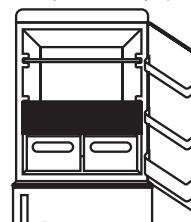

rys.8
• Aby zachować najlepszy smak, wartości odżywcze i świeżość żywności, wskazane jest przechowywanie jej w lodówce, jak pokazano na rys. 8 poniżej, pamiętając, aby zwinąć ją w folii aluminiowej lub plastikowej lub przechowywać w odpowiednich zamkniętych pojemnikach, aby uniknąć zanieczyszczenia krzyżowego.